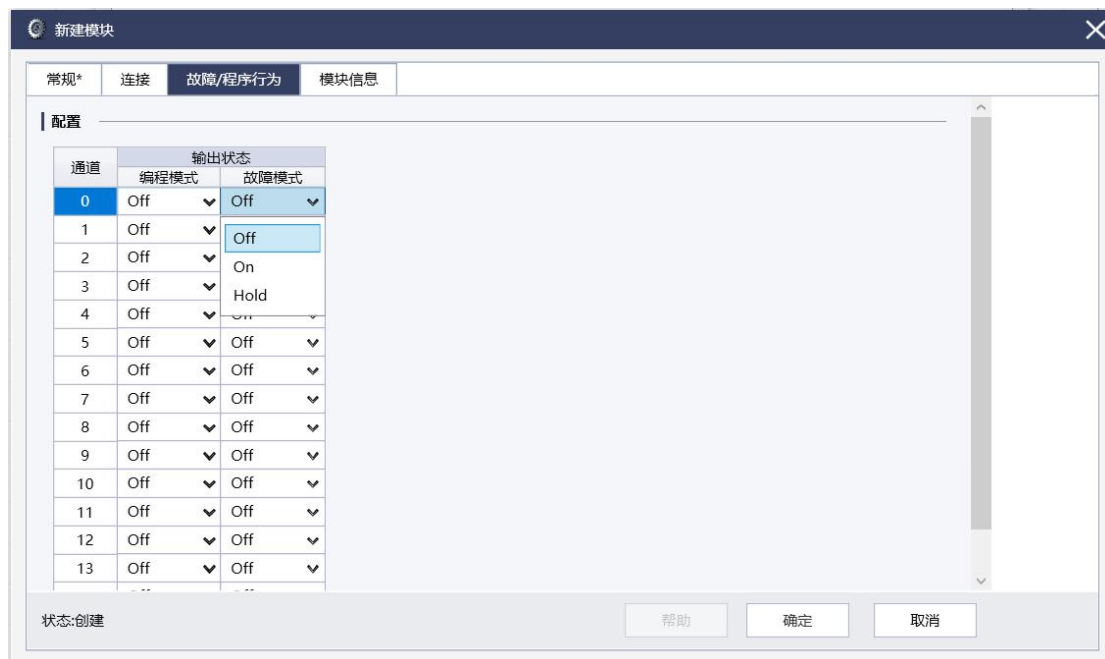

图 1-85 模块故障/程序行为组态窗口
- (5) 选择 **故障/程序行为** 选项卡，设置模块在编程模式下或故障模式下，各点的输出状态，有 OFF/ON/HOLD 三种状态可选择，如图 1-85 所示。